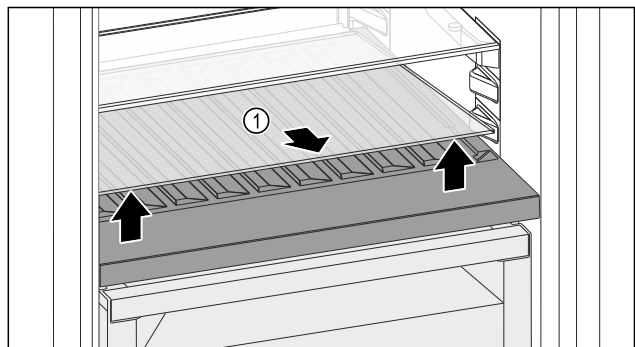

Fig. 97
- ▶ Приподнимите стеклянную пластину Fig. 97 (1) за выемку спереди и извлеките.
- ▶ Уложите стеклянную пластину Fig. 97 (1) на хранение вне устройства.